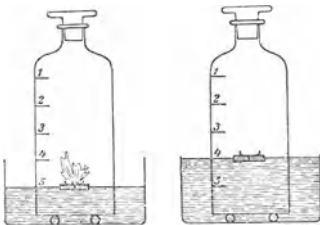

Abb. 16.
3. Ein erbsengroßes Stück Phosphor wird auf eine mit Asbest bedeckte Korkscheibe gebracht, die in einer Wanne auf Wasser schwimmt. Darüber wird eine oben offene Glasglocke, deren Volumen wie in Abb. 16 eingeteilt ist, auf zwei in die Wanne gelegte Glasstäbe gestellt. Mit einem erwärmten Draht entzündet man den Phosphor und schließt dann rasch die Glocke durch einen gut dichtenden Stöpsel. Der Phosphor verbrennt unter Bildung eines dicken, weißen Rauches, der nach und nach vom Wasser aufgenommen wird. Das zurückbleibende Gas nimmt nach der Abkühlung und nachdem das Wasser außen auf dieselbe Höhe wie innerhalb